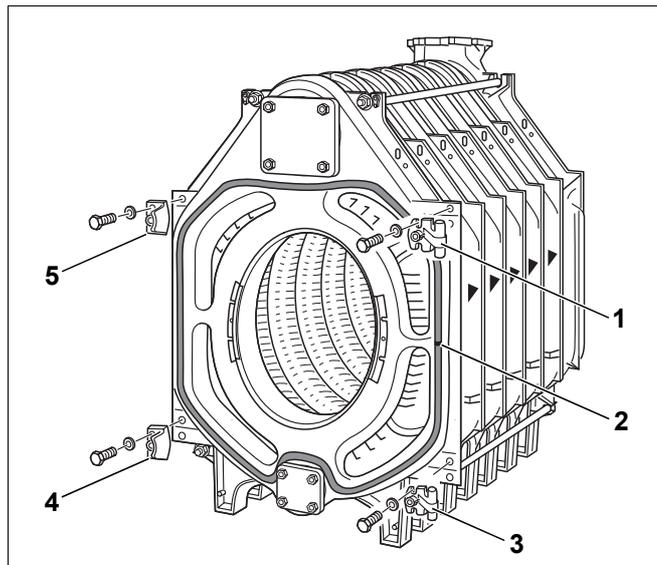

Bild 31 Scharnierhaken und Verschlussleisten montieren
- ▶ Einige Tropfen Silastikkleber im Abstand von 15–20 cm in die Dichtnuten (Bild 31, **Pos. 2**) am Vorderglied einbringen (Bild 31).
- ▶ GP-Dichtschnur in die Dichtnut am Vorderglied einlegen. Dabei sollte der Dichtschnurstoß seitlich positioniert werden (Bild 31, **Pos. 2**).
- ▶ Die Scharnierhaken (Rechtsanschlag) mit je 2 Maschinenschrauben M12 × 55 am Vorderglied anschrauben (Bild 31, **Pos. 1 und 3**). Für Linksanschlag entsprechend auf der linken Seite anschrauben.
- ▶ Verschlussleisten mit Auflaufschrägen für die Brennertür (Rechtsanschlag) mit je 2 Maschinenschrauben M12 × 55 am Vorderglied anschrauben (Bild 31, **Pos. 4 und 5**). Für Linksanschlag entsprechend auf der rechten Seite anschrauben.